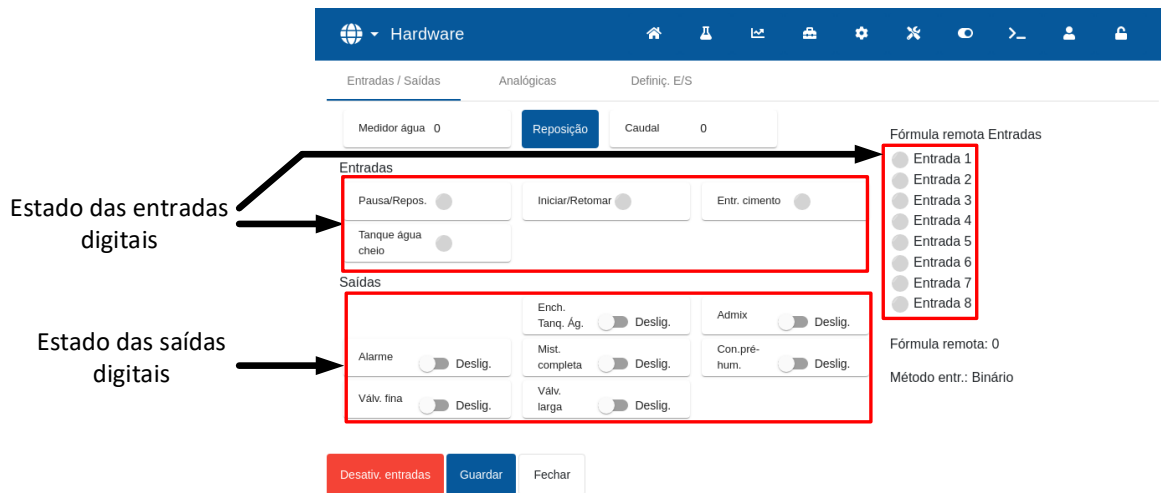

Figura 24: Página de teste de E/S
As entradas e saídas digitais podem ser testadas usando a página "Entradas/Saídas" do ecrã "Hardware" (consulte a Figura 24).
1. Navegue até à página "Entradas/Saídas" do ecrã "Hardware" (consulte a Figura 24). Prima o botão "Reposição" se o valor do medidor de água não for 0.